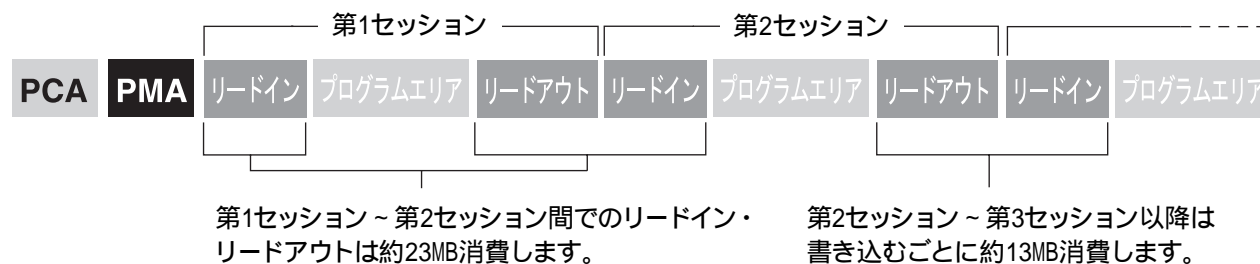

図3
- ・ディスク容量に空きがある限り、何度でも追記が可能。(図3参照)